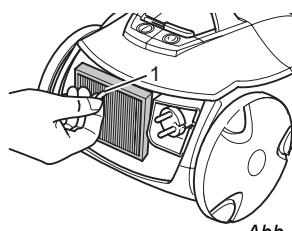

Abb. 24
- Ziehen Sie den Ausblasfilter am Band (Abb. 24/1) heraus.